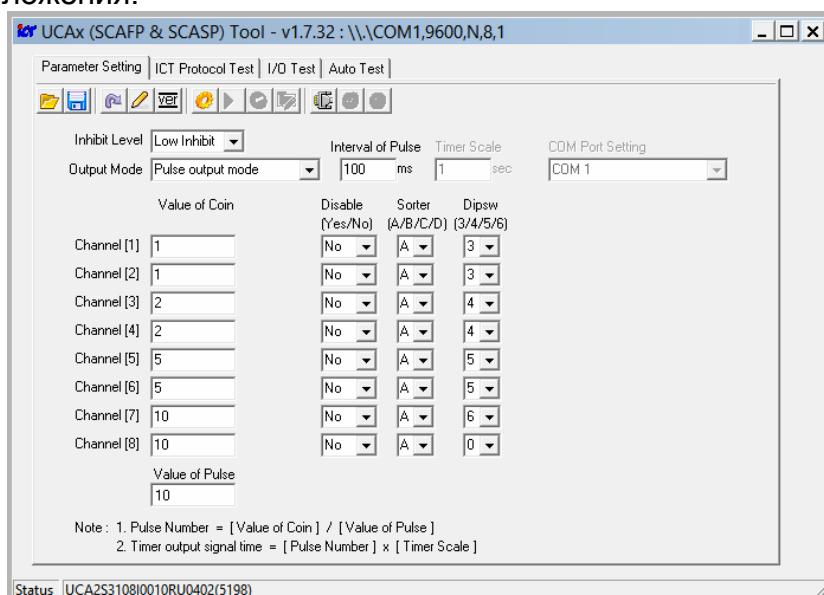

Рисунок 32. Внешний вид окна программы с установленными настройками (приведен пример конфигурации на прием суммы 10 рублей)
- На ПК установите и запустите приложение для настройки параметров картоприемника «***UCAx Tools***». Внешний вид окна приложения показан на рис. 32, связь с монетоприёмником устанавливается автоматически сразу после запуска приложения.
- нажмите кнопку  **Read current version from UCA1**, в строке **Status** будет показана текущая версия ПО – например, *UCA2S3801/0010(5198)* (см. рис. 32);
- в таблице в столбцах **Value of Coin, Disable, Sorter, Dipsw** установите для каналов монетоприемника (от 1-го до 8-го) номиналы монет и соответствующие им параметры, как показано на рис. 32.
5. В поле **Value of Pulse** введите сумму, которую необходимо внести пользователю для прохода (на рис. 32 показан пример суммы в 10 рублей).